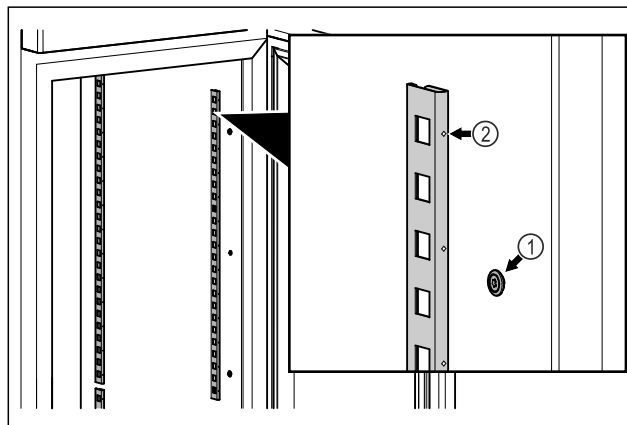

Fig. 83 Näitlik kujutis
- ▶ Haakige fikseerimisliistud rippkinnitusesse Fig. 83 (1). Märgistus Fig. 83 (2) peab olema ettepoole suunatud.